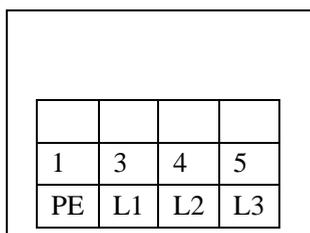

Рис. 22
- Подключение силового провода: подключить трехфазный четырехжильный силовой провод 400В (4×2,5мм²) к контактам ввода L1, L2,L3 и PE в шкафу управления; подключить в первую очередь провод заземления PE к выводу с символом заземления (рис. 22), вывод с символом заземления находится на нижней части обеих платформ.